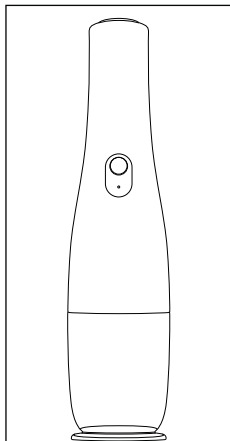

Fig. 5
6. Stil produktet til opbevaring på lukkekappen **1**, som også kan anvendes som ståfod (se fig. 5).